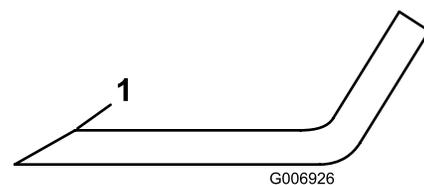

Figure 74
- Examinez le tranchant de toutes les lames et affûtez-le s'ils sont émoussés ou ébréchés ; affûtez uniquement le haut du tranchant et conservez l'angle de coupe d'origine pour obtenir une coupe nette (Figure 74).